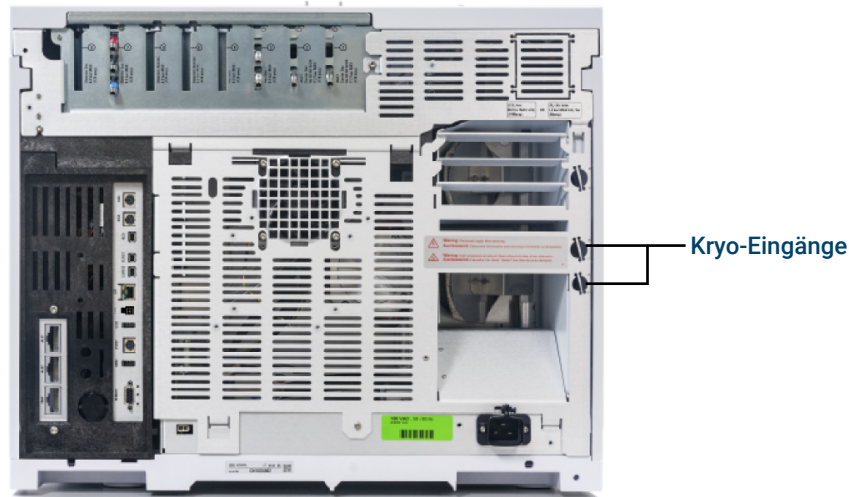

Abbildung 16. Ventilanschlüsse für Tieftemperaturkühlung mit LN2
2. Suchen Sie den Einlass für flüssigen N2 auf der Rückseite des GC. Bereiten Sie eine Leitung vor, die lang genug ist, um vom Versorgungsbehälter bis zu diesem Auslass zu reichen. Siehe **Abbildung 16**.